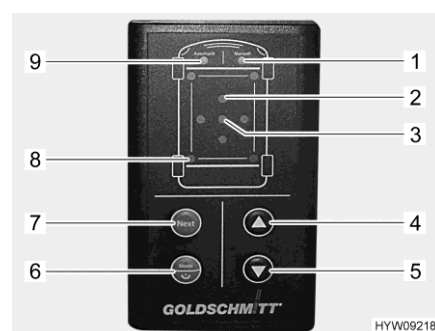

Bild 43 Kontrollenhet (hydrauliska stödben)
Om lutningen av fordonet är för stor, blinkar motsvarande röda lysdiol "Nigning" (Bild 43,2). Välj en lämplig plats eller kör stödbenen manuellt på egen risk.
Om ett stödben når sin maximala längd vid utförning på grund av en fördjupning i marken, blinkar lysdiolerna "Manuell drift" (Bild 43,1) och "Automatiskt läge" (Bild 43,9) tre gånger. För i detta fall in stödbenen, åtgärda det berörda stödbenet och upprepa processen.
- Slå på/från:* ■ Tryck på knappen "På/av/driffläge" (Bild 43,6) längre än 1 sekund. Efter påslagningen ljuder en ljudsignal och lysdioden "Automatiskt läge" (Bild 43,9) lyser.
- Byta driffläge:* ■ Tryck kort på knappen "På/av/driffläge" (Bild 43,6). Driffläget byts automatiskt mellan manuellt och automatiskt driffläge. Den motsvarande lysdioden (Bild 43,1 eller Bild 43,9) lyser.
■ Tryck på knappen "Utförning" (Bild 43,5). Anpassningsförfarandet genomförs automatiskt. Lysdioden "Stödben" (Bild 43,8) blinkar, så länge som stödbenen är i rörelse.
Om fordonet är utrustat med fällbara stöd: Förflyttningen av stödbenen stannar efter öppnandet, för att ge möjlighet att genomföra åtgärder. Lysdioden "Automatiskt läge" (Bild 43,9) blinkar snabbt.
■ Tryck på knappen "Utförning" (Bild 43,5) på nytt. Anpassningsförfarandet fortsätter att genomförs.
■ Tryck på knappen "Införning" (Bild 43,4). Stödbenen förs helt in. Lysdioden "Stödben" (Bild 43,8) blinkar, så länge som stödbenen är i rörelse.
- Manuell drift:* ■ Tryck kort på knappen "På/av/driffläge" (Bild 43,6) i automatiskt läge. Lysdioden "Manuell drift" (Bild 43,1) lyser.
■ Var uppmärksam på lysdioderna "Nigning" (Bild 43,2). En upplyst lysdiod indikerar att fordonet måste höjas på denna sida.
■ Tryck på knappen "Next" (Bild 43,7) tills det önskade stödbensparet har valts. De motsvarande lysdioderna "Stödben" (Bild 43,8) lyser.
■ Tryck på knappen "Införning" (Bild 43,4) eller knappen "Utförning" (Bild 43,5) tills den önskade positionen har uppnåtts.
■ Tryck på knappen "Next" (Bild 43,7) på bytt, tills ytterligare ett stödbenspar har valts. Fortsätt med denna process tills fordonet är anpassat. Fordonet är anpassat, när den gröna lysdioden "Position ok" (Bild 43,3) lyser.
■ Tryck samtidigt på knapparna "På/av/driffläge" (Bild 43,6), "Utförning" (Bild 43,5) och "Införning" (Bild 43,4) och håll dem nedtryckta under 3 sekunder.
■ Släpp knapparna efter akustisk kvittering och att lysdioden "Position ok" (Bild 43,3), har tänts. Positionen har sparats som Ok-position.